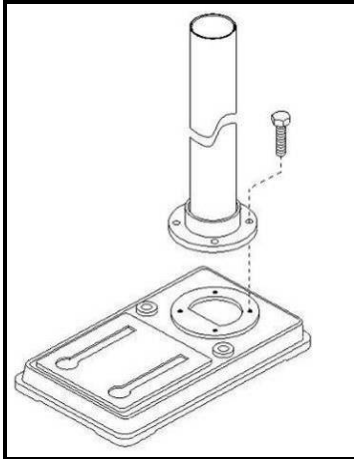

Abb. 1
1. Montieren Sie die Säule mit den mitgelieferten Schrauben auf der Grundplatte. (Abb.1)